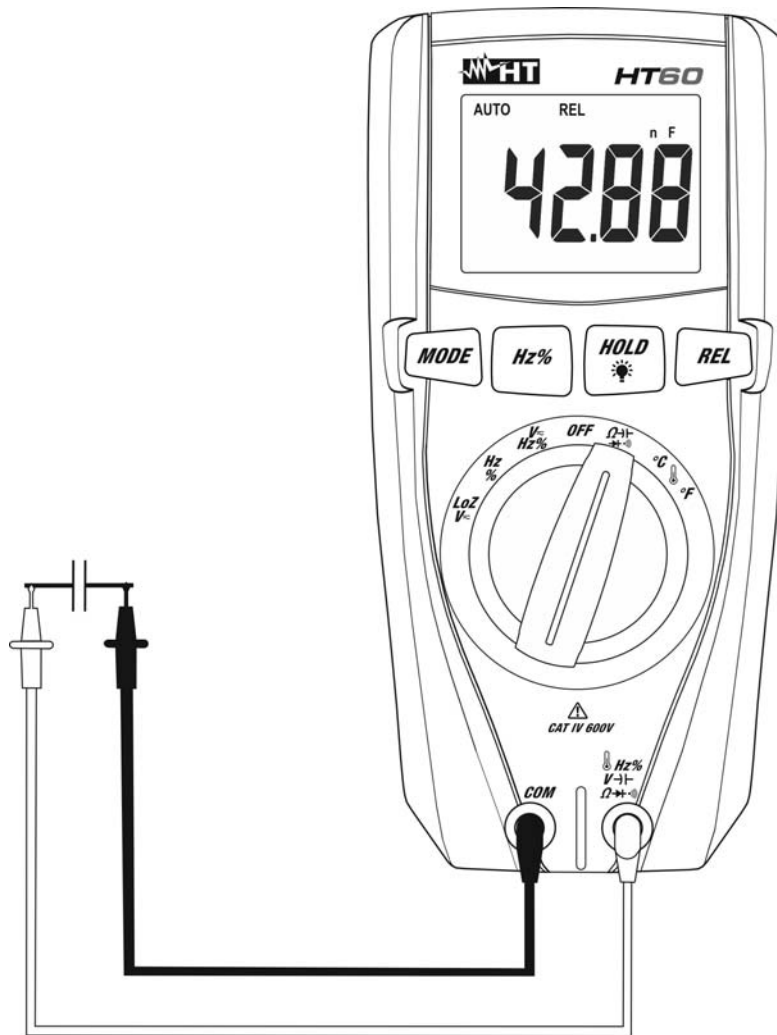

Fig. 8: Uso dello strumento per misura di Capacità
5. Posizionare i puntali ai capi del condensatore in esame rispettando eventualmente le polarità positive (cavo rosso) e negative (cavo nero) (vedere Fig. 8). Il valore della capacità è mostrato a display